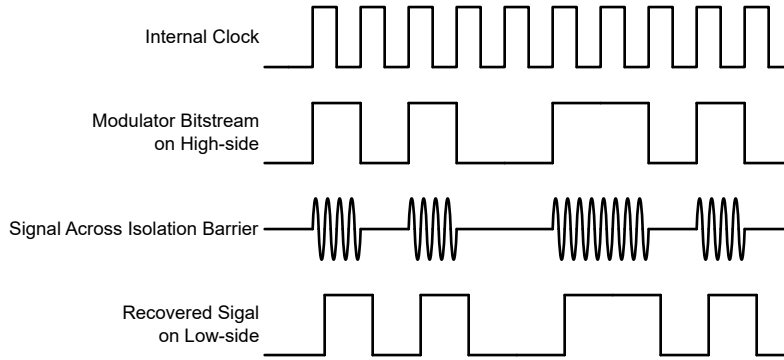

图 7-1. 基于 OOK 的调制方案
AMC0x11R-Q1 使用开关键控 (OOK) 调制方案 (如图 7-1 所示), 跨过基于 SiO₂ 的隔离栅来传输调制器输出比特流。功能方框图中所示的发送驱动器 (TX) 跨过隔离栅发送一个内部生成的高频载波来表示数字一, 而 TX 不发送信号则表示数字零。AMC0x11R-Q1 内使用的载波标称频率为 480MHz。